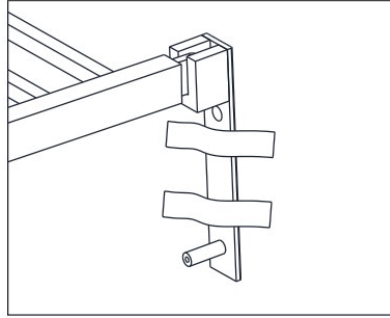

Figura 3
3. Applicare gli adesivi secondari sulla spina a muro per fissarla. Figura 3